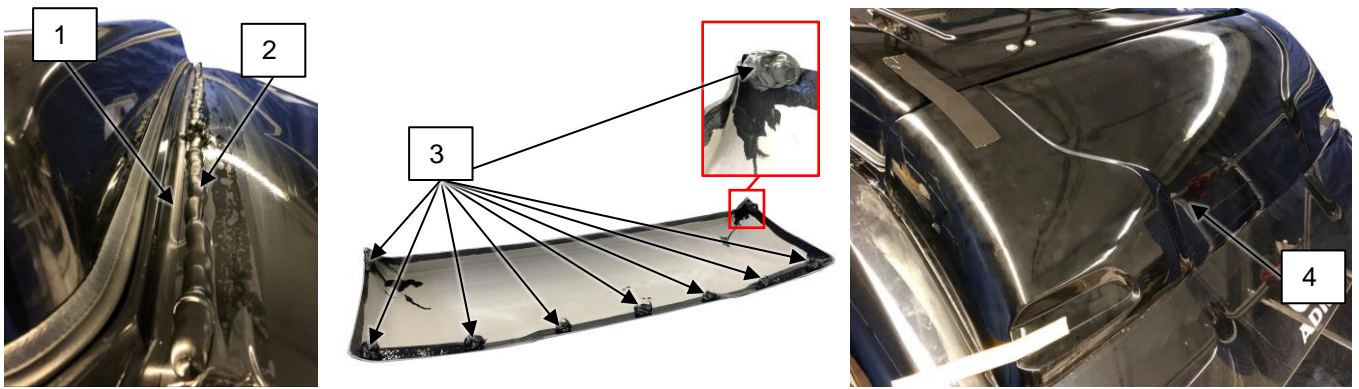

Abb. 3-3: Montage des Frontspoilers / Installation of the front spoiler
- Die Vorderseite des GFK-Rahmens verfugen (s. Abb. 3-3, 1)
- Eine Bahn Klebstoff an der Hinterkante des Spoilers auf das Fahrzeugdach setzen (2)
- Geben Sie großzügige Kleckse Klebstoff auf den Verklebebereich des Frontspoilers (3)
- Positionieren Sie den Spoiler auf dem Fahrzeug und drücken ihn fest an (4). Dieser darf dabei nicht gewaltsam gespannt werden, um Risse zu vermeiden.
- Seal the front of the GRP frame (see Abb. 3-3, 1)
- Place a lane of adhesive on the area of the rear edge of the spoiler on the vehicle roof (2)
- Apply generous adhesive blobs to the adhesive area of the front spoiler (3)
- Position the spoiler on the vehicle and press it firmly (4). This must not be forcibly stretched to avoid cracks.